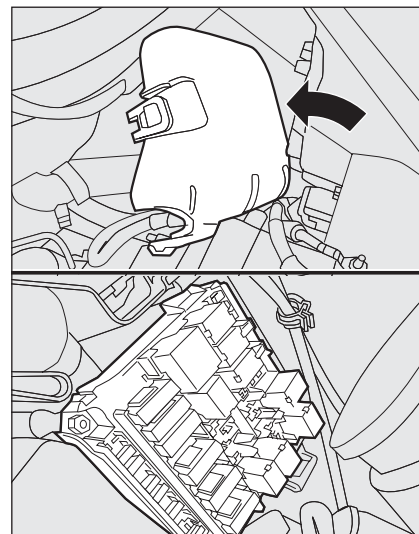

fig. 49
- ☐ desplace la tapa hacia el faro; girándola hacia la izquierda (como lo indica la flecha) y luego quitarla fig. 49.